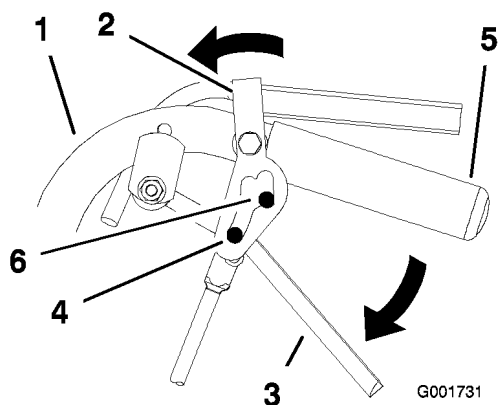

Figura 8
2. Ponga los dedos pulgar en la parte superior de los cierres y muévalos hacia adelante hasta que los pasadores estén en la posición de "hacia adelante" (Figura 8).